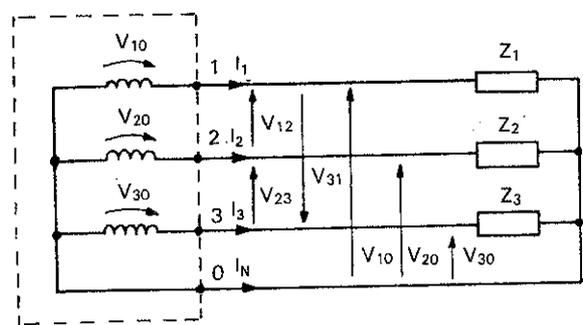

Figura 15.6. Tensiones y corrientes en un alternador en estrella.
En esta conexión se han unido los tres terminales libres de las bobinas del alternador a un punto común, formando el conductor neutro (0). Las otras partes activas de las bobinas (1), (2) y (3) forman los conductores de cada una de las fases del sistema trifásico. Para hacer un estudio completo de esta conexión, se ha conectado el alternador a un receptor que consta de tres cargas óhmico inductivas (Z_1, Z_2 y Z_3) conectadas entre sí en estrella, tal como se muestra en la Figura 15.6.